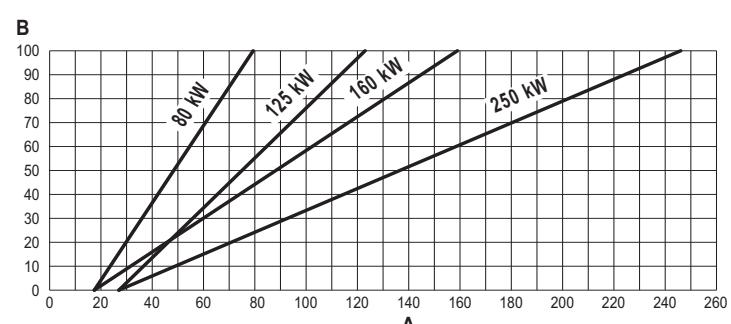

fig. 60
- Apăsați pe **tastele pentru încălzire** (det. 3 și 4 - fig. 1) pentru a mări sau a reduce puterea (minimă = 00 - maximă = 100). Consultați diagrama "Reglarea puterii termice" (fig. 60).